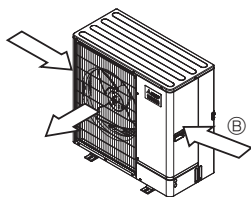

Fig. 2-4
- ③ Plaats het apparaat indien mogelijk zo dat de luchtuitlaat in dezelfde richting blaast als de seizoenswinden. (Fig. 2-4)